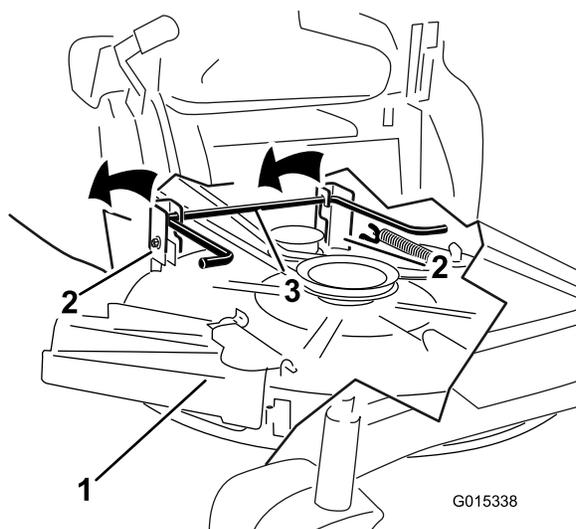

Figura 57
5. Levante a plataforma de corte e os suportes de suspensão afastando da haste de elevação traseira e baixe o cortador cuidadosamente até ao chão (Figura 57).
5. Levante a parte de trás da plataforma de corte e oriente os suportes de suspensão por cima da haste de elevação traseira (Figura 57).